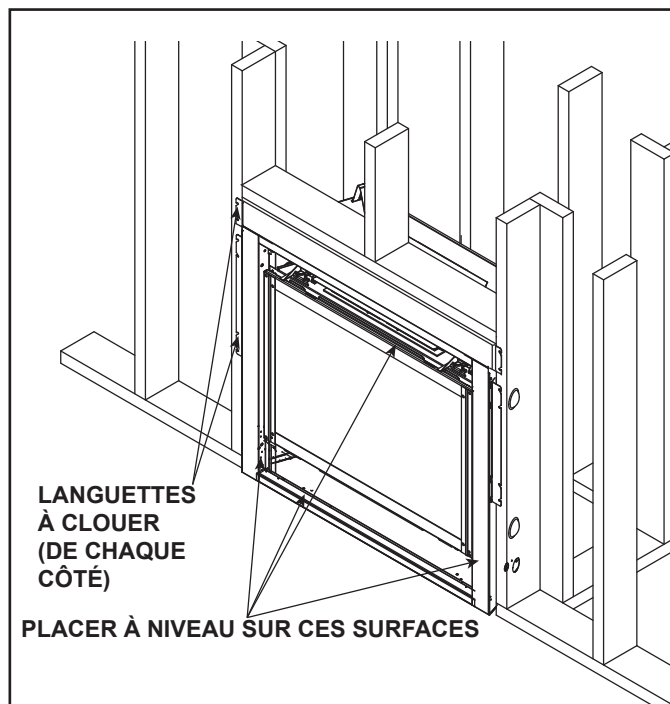

Figure 6.15 Positionnement et fixation adéquate de l'appareil
Le schéma illustre comment positionner et placer correctement l'appareil. Voir la figure 6.15. Les languettes à clouer permettent de fixer l'appareil aux éléments de la charpente.
- Placez un niveau sur le dessus, les côtés et le bas, comme il est indiqué à la figure 6.15.